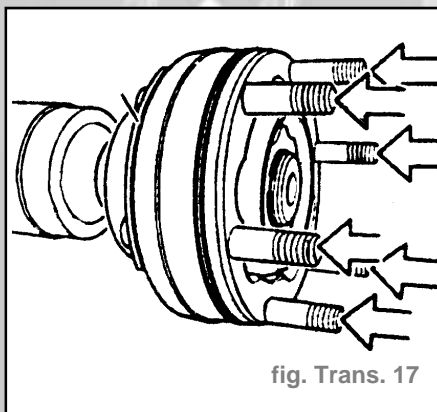

fig. Trans. 17
- Chasser les tiges filetées (fig. Trans. 17).